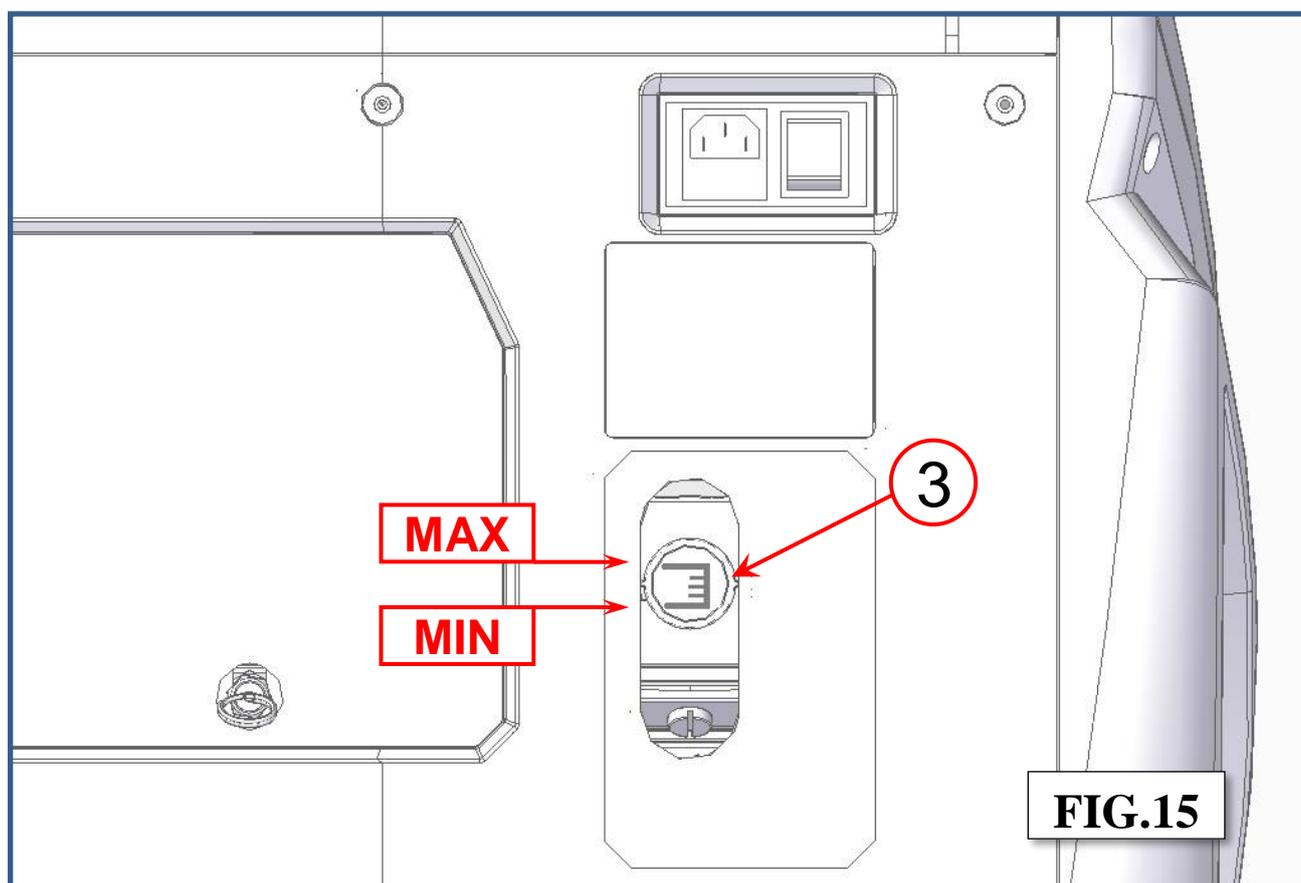

FIG.15
Verifique se o indicador do nível de óleo da bomba de vácuo (ref. 3, Fig. 15) está, pelo menos, a meio. Se o nível for inferior, adicione óleo, conforme explicado na secção MANUTENÇÃO.